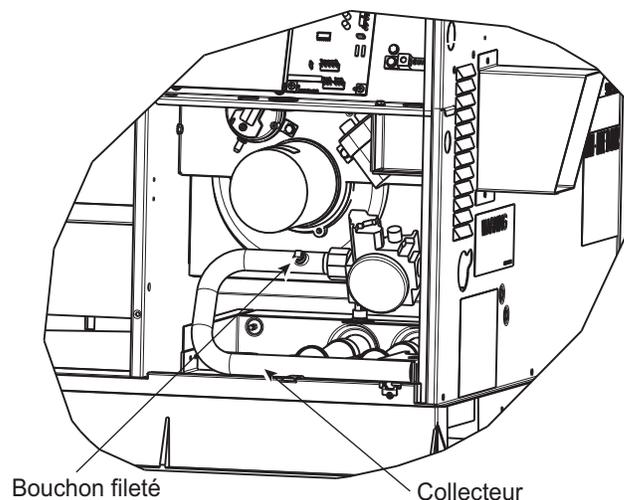

Fig. 11 – Ensemble du brûleur
- Retirez le bouchon de tuyau du collecteur (consultez la Fig. 11) et raccordez le manomètre. Ouvrez l'arrivée de gaz de l'appareil.
- Coupez l'arrivée de gaz de l'appareil. Débranchez le manomètre du point de pression et remettez en place le bouchon de tuyau sur la vanne de gaz. (Consultez la Fig. 11.) Ouvrez l'arrivée de gaz de l'appareil et vérifiez s'il y a des fuites.